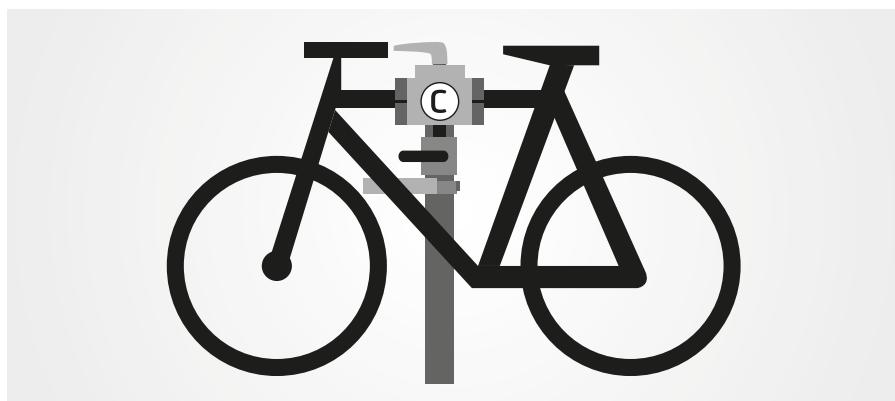
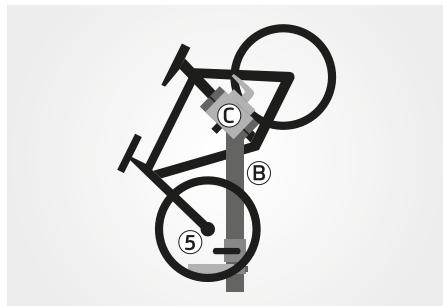
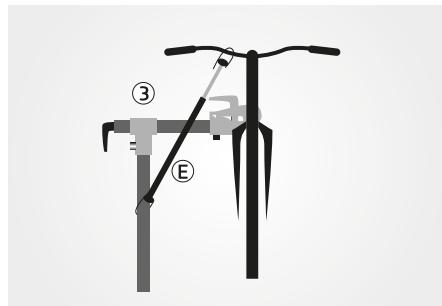

Fig. 1
Fig. 2
Fig. 3
- Undgå at overskride den maksimale forlængelse af højdeindstillingsrøret (B); den maksimale forlængelse er markeret på røret.
- Undgå at forlænge den vandrette klemmestang længere end vist i Fig. 1.
- Vælg en placering på cyklen, der sikrer at fastmonteringen på standeren bliver så afguldet som mulig, hvorved det undgås at standeren vælter eller at klemmen bliver for stram (**se sammenligningen mellem Fig. 1 og Fig. 2**).
- Vinklen bør justeres INDEN cyklen monteres, hvorved det også er vigtigt at kontrollere alle låsemekanismer (3), (5). Hvis standerens højde eller vinkel skal justeres efter montering af cyklen, anbefales det at dette gøres af 2 personer samtidigt.
- For at stabilisere forhjulet, kan forhjulsstabilisatoren (E) Fig. 3, indsættes mellem cykelstyret og standerens teleskopstang.